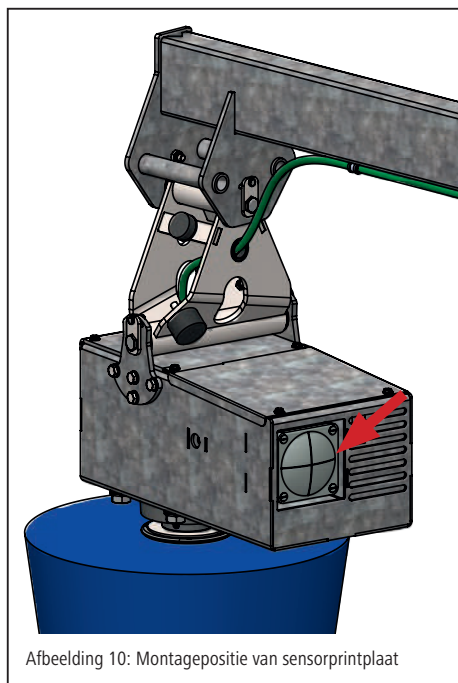

Afbeelding 8: Aansluitschema van printplaat met condensator - MaxiSwing
De cyclustijd is af fabriek ingesteld op 60 seconden. Indien nodig kan deze met behulp van het dip-switch-element op de printplaat (afb. 8 – pos. 1) op een waarde tussen 10 en 300 seconden worden ingesteld. De cyclustijd mag alleen na ruggespraak met de klantenservice van Kerbl opnieuw worden ingesteld.
Zekering 6, 3 A (afb. 8; pos 3+4) op de printplaat doorgebrand of losgeraakt.	• Besturing van het lichtnet loskoppelen en tegen opnieuw inschakelen beveiligen. • Controleren of de zekeringen stevig vastzitten. Defecte zekeringen vervangen. (Afb. 8 – pos. 3+4) • Wanneer bij de herstart na het vervangen van de zekeringen geen weergave op het display verschijnt, is de hoofdprintplaat defect.